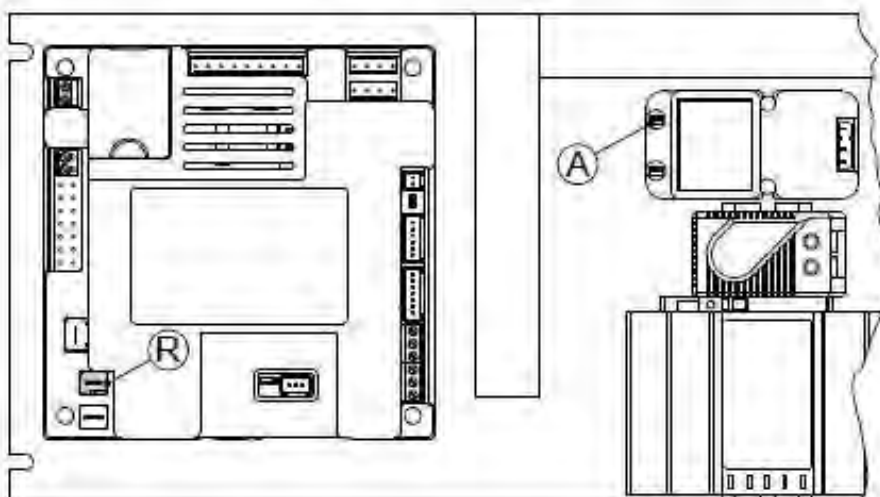

Fig. 55
- 3) Retirer les deux connexions de l'électrode d'allumage (A) et d'ionisation (R) du panneau électrique (fig 55).
- 1) Retirer les fils du panneau électrique (fig 55)